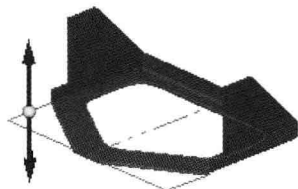
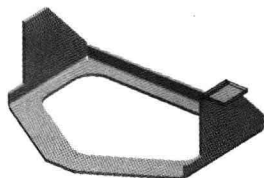

图 1.13 定义移除方向
图 1.14 弯边特征 1
③ 单击“主页”功能选项卡中的“关闭草图”按钮 , 退出草绘环境。
(3) 定义除料特征属性。在“除料”命令条中单击  按钮定义延伸深度, 在该命令条中单击“全部穿透”按钮 , 并定义除料方向如图 1.13 所示。
(4) 单击 **完成** 按钮, 完成特征的创建。
Step12. 创建图 1.14 所示的弯边特征 1。
调整弯边侧方向向外, 如图 1.14 所示。